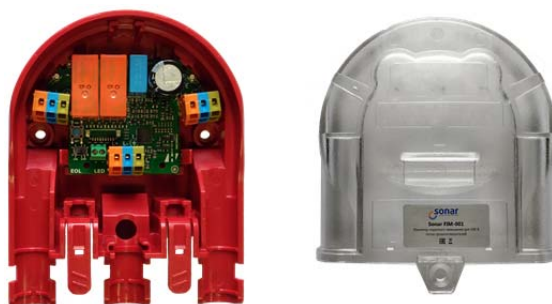

Рисунок 1.
5.1.1 Изолятор конструктивно выполнен в виде блока, состоящего из полипропиленового корпуса с прозрачной крышкой, внутри которого размещена плата с электронными компонентами. (см. рис.1). Изолятор имеет возможность крепления к плоской поверхности, а также предусмотрена возможность установки на огнезащитный колпак оповещателя.